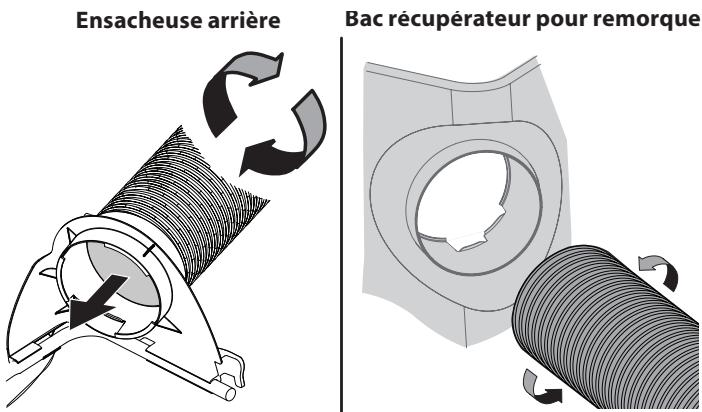

Figure 1
- Vissez la partie supérieure du tube flexible dans le support supérieur de la goulotte (ensacheuse arrière) ou la bouche d'aération (bac récupérateur pour remorque). Il y a deux languettes à l'intérieur de la partie inférieure du support ou de la bouche d'aération qui servent à fixer le tube. Voir Figure 1.